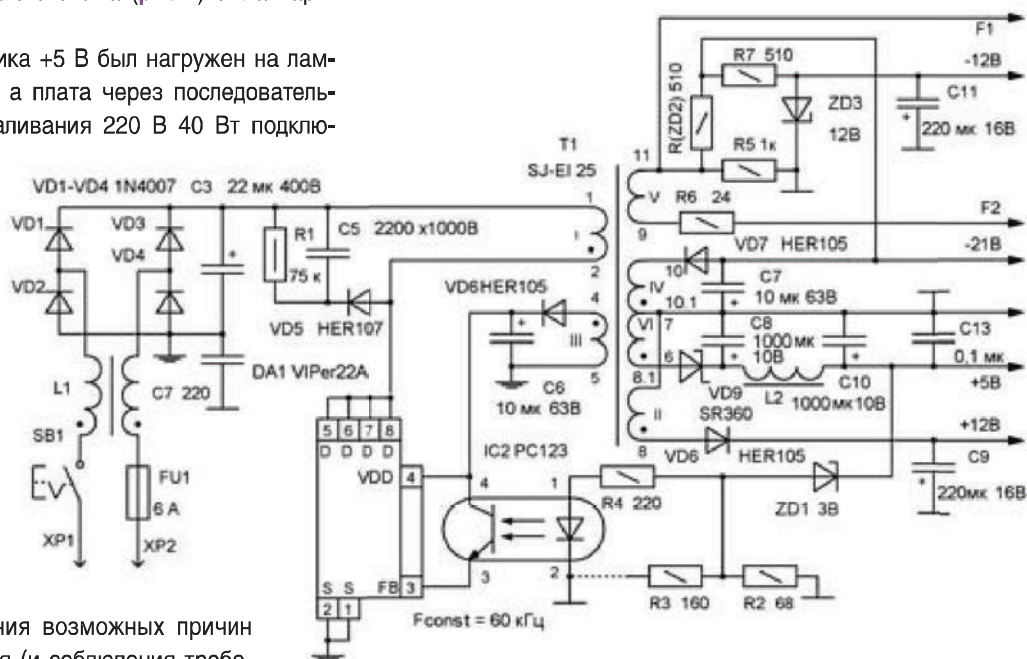

Рис.1
Для удобства проведения ремонта, плата источника питания была извлечена из корпуса проигрывателя, полупроводниковые элементы проверены омметром, а конденсаторы – измерителем ёмкости, а его схема (рис.1) была нарисована по печатной плате.
1. Нумерация выводов трансформатора Т1 – от автора, в соответствии со схемой, показанной на **рис.1**.